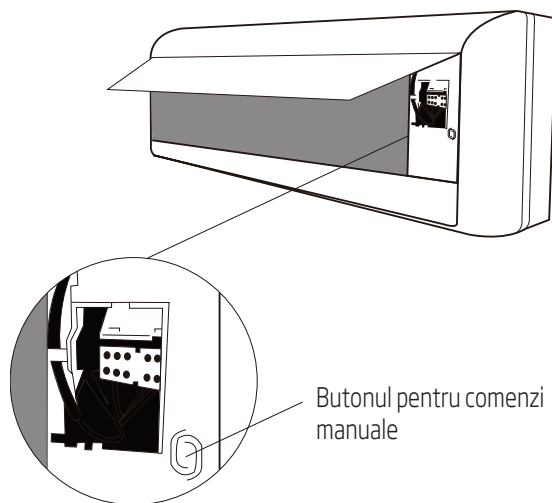

Fig. 10.1
2. Butonul MANUAL CONTROL (CONTROL MANUAL) este amplasat pe partea dreaptă a unității. Apăsăți-l de două ori pentru a selecta funcția COOL (RĂCIRE). A se vedea Fig. 10.1